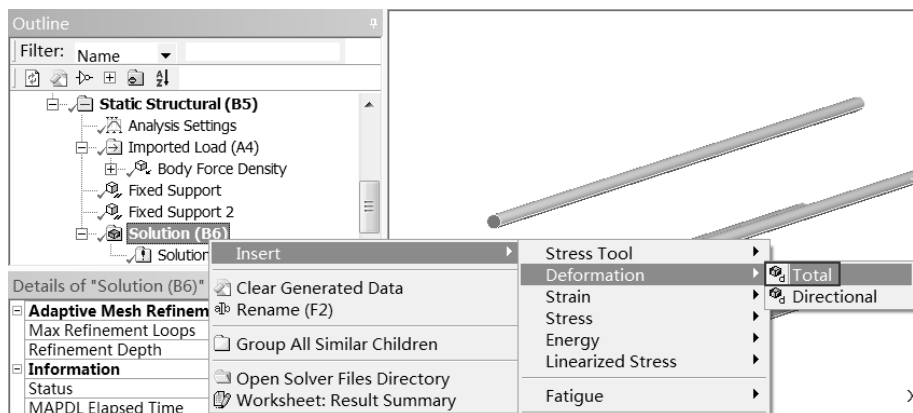

图 19-54 位移云图设置
Step1：位移云图。右击 Solution 选项，在弹出的如图 19-54 所示的快捷菜单中选择 Insert Deformation Total 命令，添加位移云图。